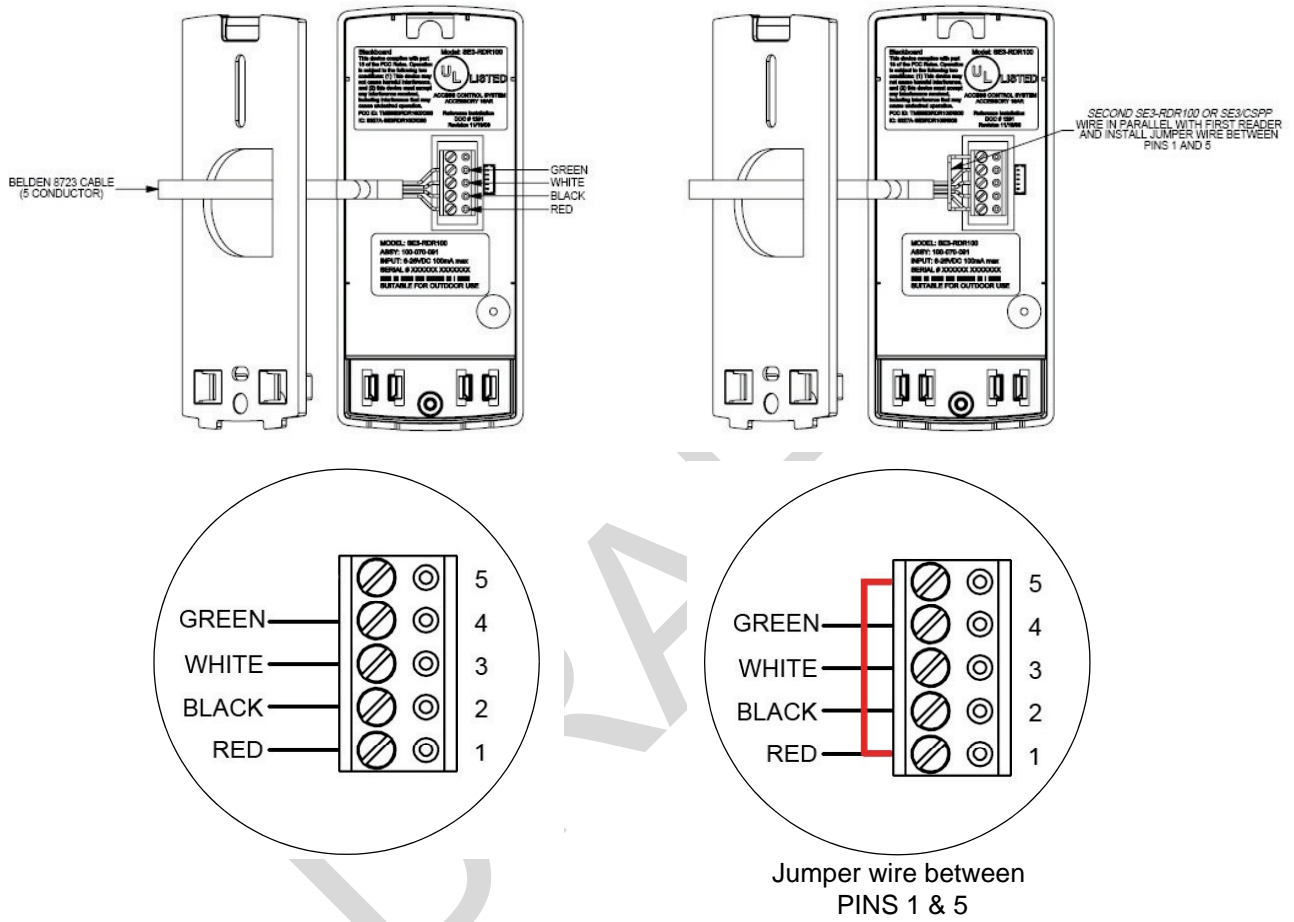

Figure 1-9 SE3-RDR100 Wiring
- Figure 1-9 SE3-RDR100 Wiring8